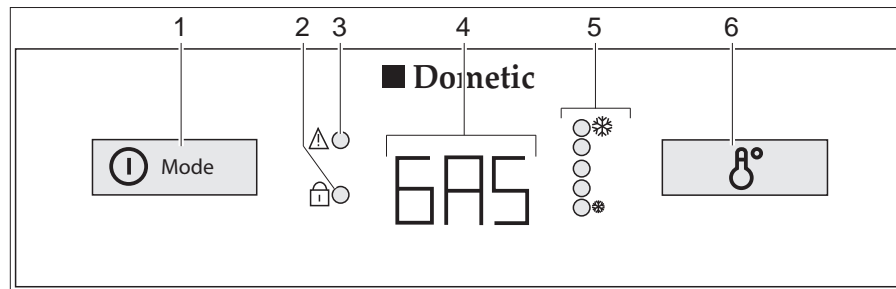

Fig. 227 Elementi di comando per il frigorifero (serie Dometic 8 con AES)
In caso di guasti il relativo indicatore LED "⚠" (Fig. 227,3) lampeggia.
Se l'alimentazione a 230 V **non** è allacciata e il motore del veicolo è **spento**, il sistema AES seleziona il rifornimento di gas. Selezionando il funzionamento a gas, il dispositivo di sicurezza si apre automaticamente, così che il gas possa fluire al bruciatore. Contemporaneamente si inserisce l'accenditore elettronico. Se la fiamma del gas si spegne, p. es. a causa di un colpo di vento, l'accenditore viene subito azionato riaccendendo il gas. In caso di guasti nel funzionamento a gas, nell'indicazione di funzionamento (Fig. 227,4) lampeggia la scritta "GAS".
Dopo l'accensione il frigorifero seleziona automaticamente la regolazione intermedia del termostato. Questa impostazione può essere modificata manualmente con l'interruttore per la regolazione della temperatura (Fig. 227,6). Gli indicatori LED (Fig. 227,5) visualizzano la temperatura selezionata sul termostato. Con l'interruttore viene regolata la temperatura di refrigerazione per tutti i tre tipi di energia. Ci vogliono alcune ore prima che il frigorifero raggiunga la temperatura normale di esercizio. Cambiando la modalità di funzionamento la regolazione del termostato non viene modificata. La temperatura di refrigerazione è indipendente dal tipo di energia utilizzata.
- Premere l'inseritore/selettore di energia (Fig. 227,1) per 2 secondi, per accendere l'apparecchio. L'ultima modalità di funzionamento prescelta viene visualizzata nell'indicazione di funzionamento (Fig. 227,4).
- Con l'inseritore/selettore di energia (Fig. 227,1) selezionare il tipo di energia.
- Regolare la temperatura di refrigerazione sull'interruttore per la regolazione della temperatura (Fig. 227,6). Gli indicatori LED (Fig. 227,5) visualizzano la regolazione del termostato prescelta.
- Premere l'inseritore/selettore di energia (Fig. 227,1) per 2 secondi. Cancellare tutte le indicazioni.